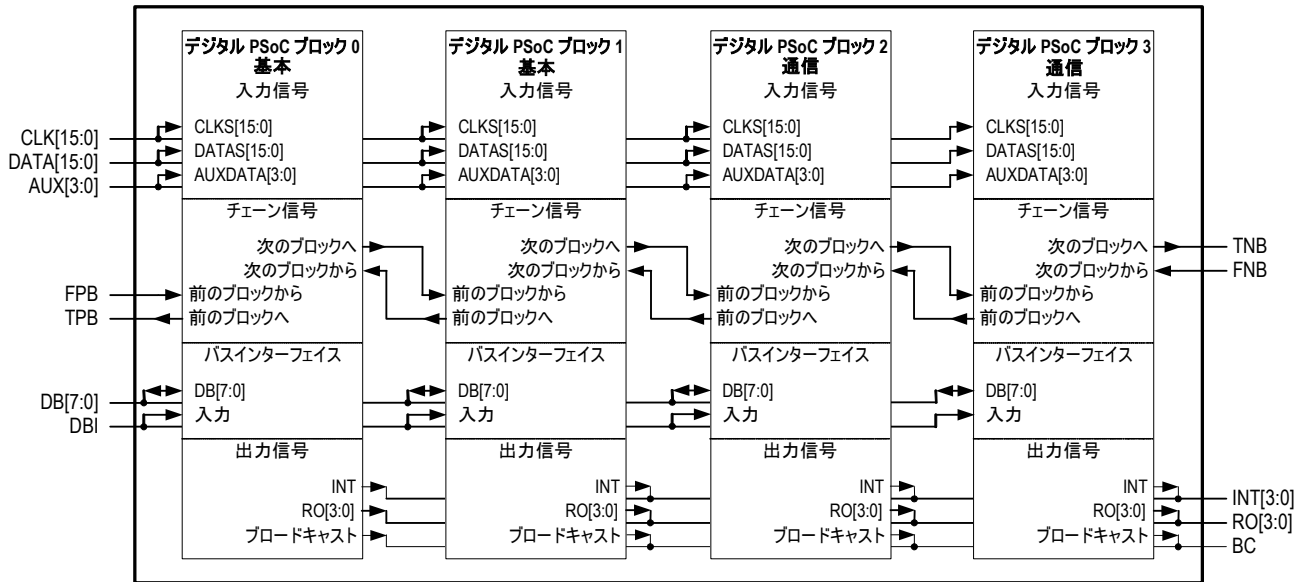

図 16-1. 4 つの PSoC ブロックグループの詳細ビュー
図 16-1 では、デジタル PSoC ブロック内部に 4 つのデジタル PSoC ブロックがあります。最初の 2 つのブロックはタイプ基本 (DBB) です。次の 2 つはタイプ通信 (DCB) です。この図は、ロウ内部のデジタルブロック間の接続を示しています。図 16-1 の太線を通り抜ける信号のみが階層の次のレベル (図 16-2) に示されます。
出力 (RO)、およびブロードキャストクロックネット (BC) の設定可能な残りの部分が表示されています。階層の次のレベルは、図 16-1 に示されています。